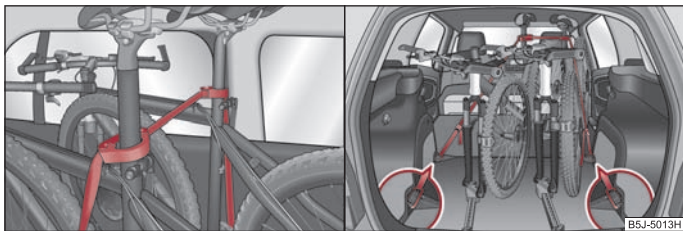

Abb. 70 Absicherung der Fahrräder mit Schellen / Absicherung der Fahrräder mit einem Band
- Setzen Sie die Schelle mit dem Gummiteil nach vorn (in Fahrtrichtung) möglichst weit unten an die Sattelstange und schließen Sie die Schelle ⇒ **Abb. 70**.
- Beim Transport von zwei Fahrrädern spannen Sie das Band ⇒ **Abb. 70** zwischen den Sattelstangen, indem Sie die Fahrräder auseinander schieben.